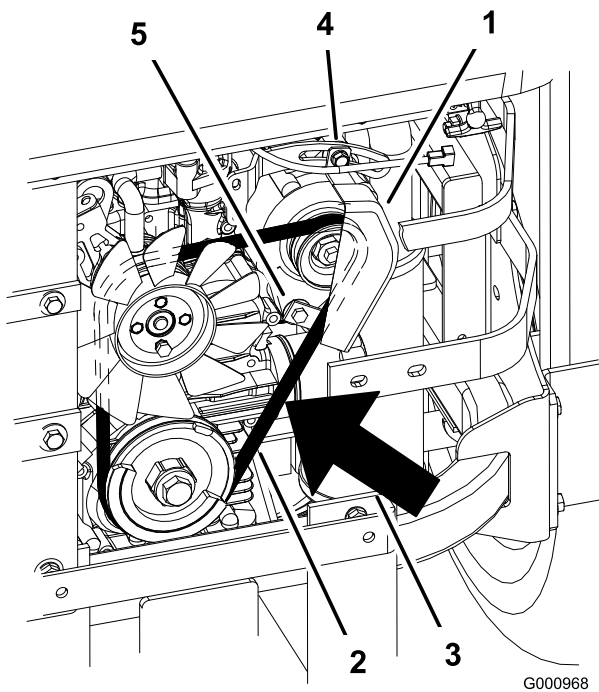

Figure 67
7. Desserrez le boulon inférieur et retirez le boulon de fixation supérieur de l'alternateur et du couvercle (Figure 67).
9. Installez une courroie neuve autour des poulies et de l'alternateur (Figure 67).
14. Serrez le boulon inférieur et vissez le boulon de fixation supérieur de l'alternateur et du couvercle (Figure 67).
2. Réglez l'alternateur vers l'extérieur jusqu'à ce que la courroie présente une flèche de 7 à 9 mm (1/4 à 11/32 pouce) quand une force de 10 kgf est exercée entre les poulies du moteur et de l'alternateur (Figure 67).
5. Si la flèche est correcte, serrez les boulons inférieur et supérieur (Figure 67).